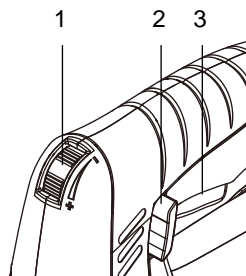

Bild 6
Använd denna produkt i snabbläge eller kontinuerligt läge (bild 6).
Begränsa maxhastigheten med hjälp av varvtalsreglaget (1) (bild 6).